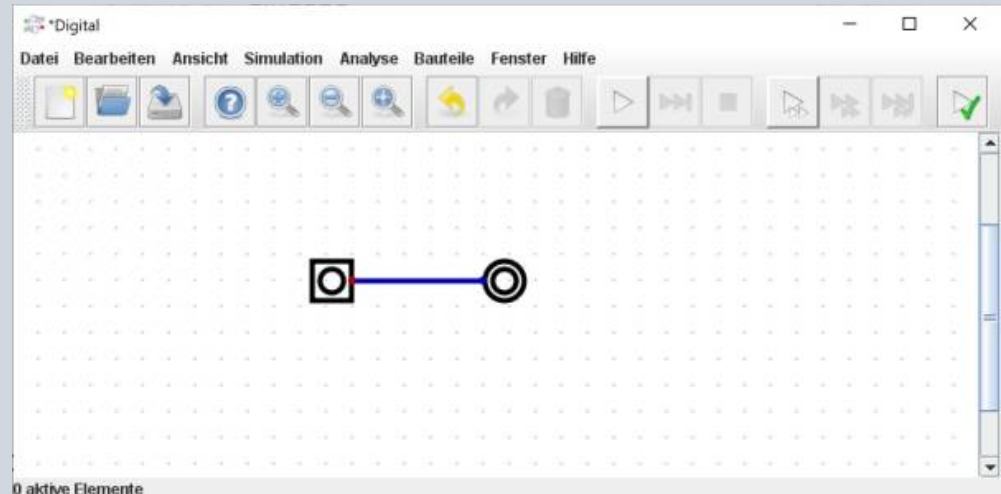

Fig. 2: Eingang und Ausgang verbunden
5. Damit ist bereits die erste einfache Schaltung erstellt (siehe figure 2). Die Schaltung kann mit Druck auf das Start-Icon ► kann die Schaltung aktiviert werden. Falls Sie die Verbindung vergessen haben, oder ein anderer Fehler vorliegt, so erscheint eine Fehlermeldung. Nach bestätigen dieses Fehlers wird die fehlerhafte Komponente rot markiert.